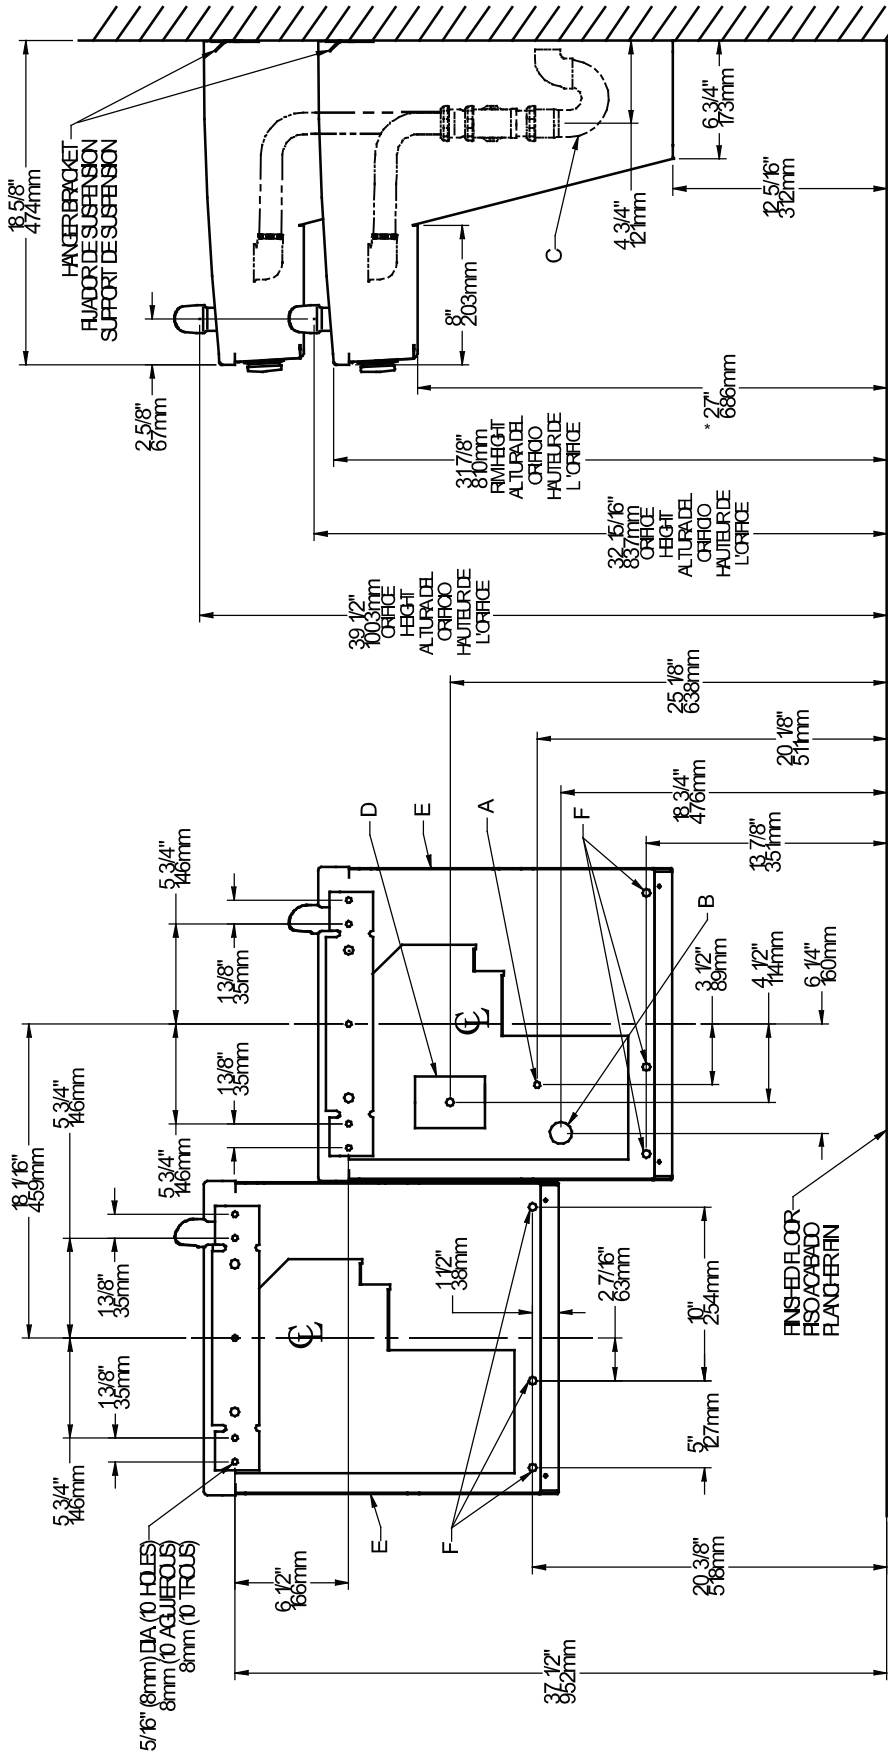

FIG. 2
- 1) Remove hanger bracket fastened to back of cooler by removing one (1) screw.
- 2) Mount the hanger bracket and trap as shown in Figure 2.
- 4) Hang the cooler on the hanger bracket. Be certain the hanger bracket is engaged properly in the slots on the cooler back as shown in Figure 2.
- 5) Loosen the two (2) screws holding the lower front panel at the bottom of cooler base and two (2) screws at the top (**Use torx bits sold separately**). Remove the front panel and set aside.
- 7) Remove the slip nut and gasket from the trap and install them on the cooler waste line making sure that the end of the waste line fits into the trap. Assemble the slip nut and gasket to the trap and tighten securely. Recommend fastening cooler to wall using 5/16 bolt holes. (See Fig. 2, "F")
- 1) Quite el fijador de suspensión sujetados a la parte posterior del enfriador quitando un (1) tornillo.
- 2) Monte el fijador de suspensión y quite el purgador como se muestra en la Fig. 2.
- 5) Afloje los dos (2) tornillos que sostienen la parte inferior del panel en la parte inferior de la base del enfriador y los dos (2) tornillos en la parte superior (**Utilice los pedacitos torx vendidos por separado**). Quite el panel frontal y póngalo a un lado.
- 7) Saque la tuerca deslizante y empaquetadura del colector e instálelos en la manquera de residuos de la nevera, asegurándose que el extremo de la manquera encaje en el colector. Coloque la tuerca deslizante y la empaquetadura en el colector y apriete firmemente. Recomiende el refrigerador de la cerradura para emparejar usando 5/16" agujeros de perno, (véase fig. 2, "F")
- 1) Retirez le support de suspension à l'arrière du refroidisseur en enlevant une (1) vis.
- 2) Installez le support et le siphon tel qu'indiqué à la fig. 2.
- 4) Installez le refroidisseur sur le support en vous assurant que ceux-ci sont bien installés dans les fentes à l'arrière du refroidisseur tel qu'indiqué à la figure 2.
- 5) Dégagez les deux (2) vis retenant le panneau inférieur avant au bas de la base du refroidisseur ainsi que deux (2) vis sur le dessus (**Employez le peu Torx vendu séparément**). Retirez le panneau avant et mettez-le de côté.
- 7) Retirez l'écrou coulissant et le joint du siphon et les installer sur la conduite de vidange de la fontaine en s'assurant que l'extrémité de la conduite de vidange s'ajuste dans le siphon. Assembler l'écrou coulissant et le joint sur le siphon et serrer fermement. Recommandez le refroidisseur d'attache pour murer utilisant 5/16" ; trous de boulon, (voir la fig. 2, " ; F" ;)